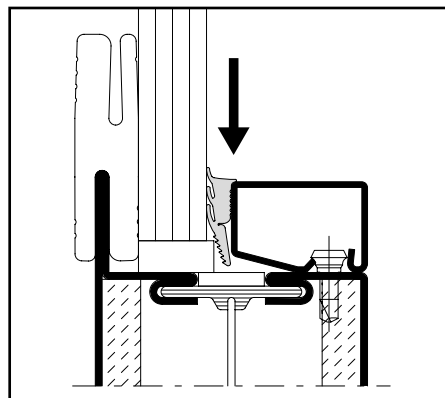

Abb. 26 / Fig. 26 / Fig. 26
- Keildichtungen glasleistenseitig mit leichtem Übermass in 45°-Gehrung zuschneiden und eindrücken (Abb. 26)
- Découper les joints à bourrer coté parcloes d'onglet à 45° avec une légère surlongueur et les enfoncer (fig. 26)
- Cut with small oversize the wedge weatherstrips in a miter joint on the glazing bead side and press in (Fig. 26)